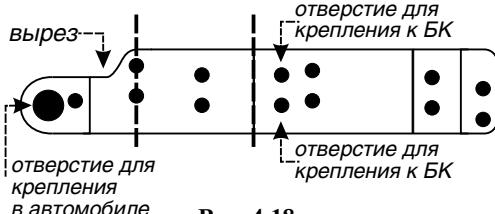

Рис. 4.18
**5.** Дисплей устанавливается на кронштейнах. Кронштейн, внешний вид которого приведен на рис. 4.18, представляет собой металлическую пластину.
**6.** Согните пластины по линиям сгиба, рис. 4.18, так, как показано на рисунке 4.19. Учитывайте, что кронштейны будут устанавливаться один с правой, другой с левой стороны, сгибайте их в противоположные стороны (зеркально).